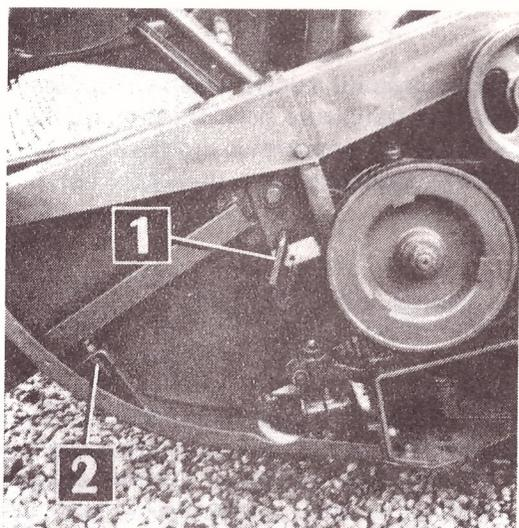

FIG. 9
- monter les diviseurs mobiles en les fixant par le bas et en les assurant à l'aide des goupilles (1, fig.9) ;
- régler la position minimale de la pointe des diviseurs en vissant les vis (2), la plate-forme étant à terre ;